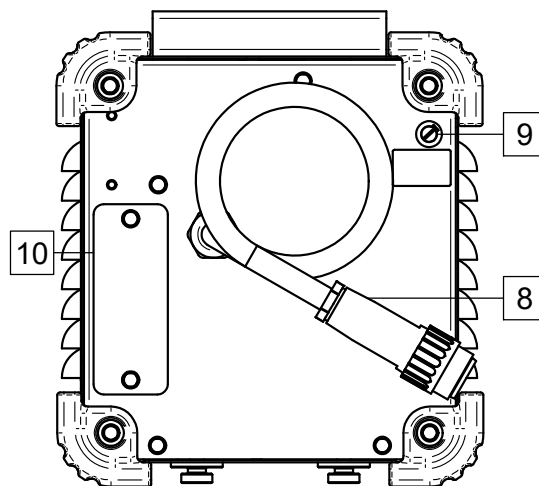

Рисунок 5
- Подсоедините шланг с водяным штуцером быстрого соединения (входит в комплектацию оборудования) к впускному патрубку охладителя и выходному разъему (Рисунок 5).